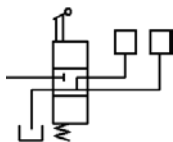

图 17.8.49 绘制矩形 (五)
(7) 绘制矩形。
① 用 **绘图(D)** → **矩形(R)** 命令，绘制长度和宽度值分别为 14、16 的矩形。
② 用 **修改(M)** → **移动(M)** 命令移动矩形，使其下边线中点与垂直直线的上端点重合。
③ 用 **修改(M)** → **复制(C)** 命令复制步骤①绘制的矩形，使其下边线中点与垂直直线的上端点重合。结果如图 17.8.49 所示。